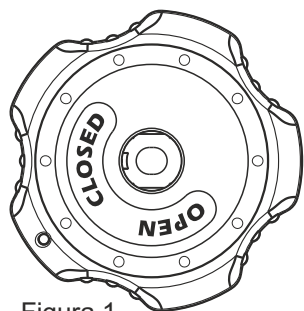

Figura 1
- 5.1 Introducir el pomo sobre la válvula con las inscripciones "OPEN" y "CLOSED" según figura 1.
Buscar la posición correcta antes de su montaje en válvula, de forma que "OPEN" y "CLOSED" queden según figura 1.